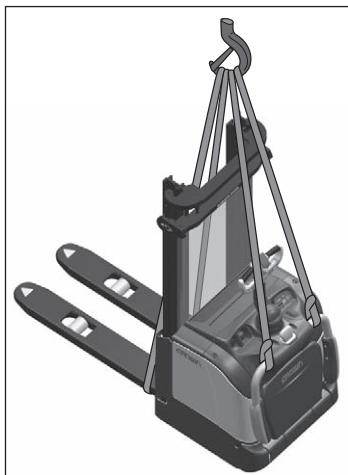

Fig. 54 Løft af trucken med sideværn
6. Fastgør fire løftbælter som vist i fig. 54, og indsæt dem i kranens krog.